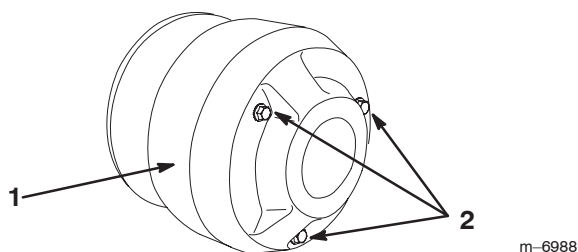

Bild 38
3. Entfernen Sie die drei Schrauben, mit denen die Abdeckung an der Kupplung befestigt ist und nehmen Sie die Abdeckung ab (Bild 38).